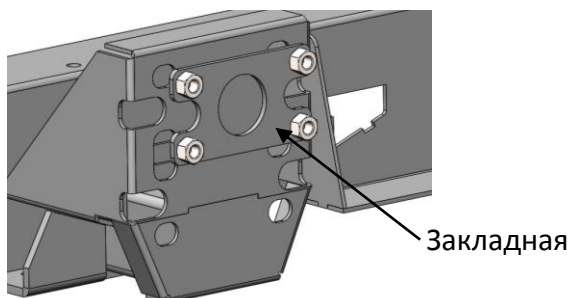

Рис.4
- Закрепить среднюю часть металлического каркаса к раме автомобиля болтами М10х30* с усиленными шайбами, используя закладную (рис.4). **ВНИМАНИЕ!** Болты не затягивать.